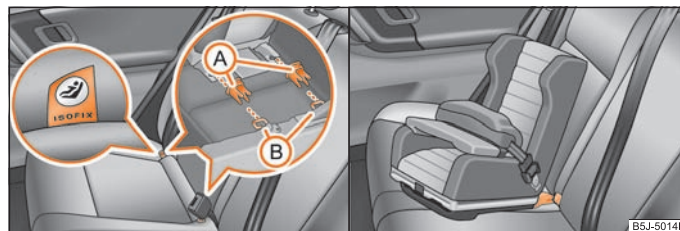

Abb. 125 Halteösen (ISOFIX-System) / Schieben des ISOFIX-Kindersitzes in die montierten Aufnahmeastmetrichter
- Stecken Sie die Aufnahmeastmetrichter **(A)** auf die Halteösen **(B)** zwischen Sitzlehne und -fläche ⇒ Abb. 125.
- Schieben Sie die Rastarme des Kindersitzes in die Halteösen, bis sie hörbar einrasten ⇒ Abb. 125.